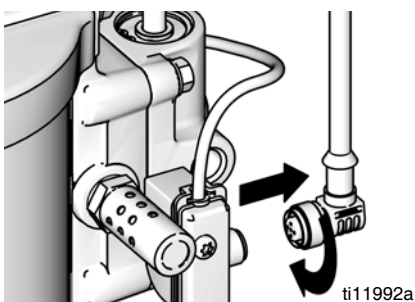

FIG. 33. Débranchement du DataTrak
1. Dévisser le câble de l'arrière de l'ensemble de commutateur à lame. Voir FIG. 33.